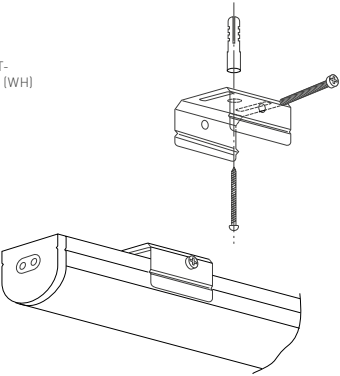

Рис. 3. Установка светильника накладным способом
- 3.4. Для накладного монтажа (рис. 3) выполните разметку под скобы для светильника и закрепите их дюбель-гвоздями. Установите светильник в скобы и закрепите его при помощи винтов.